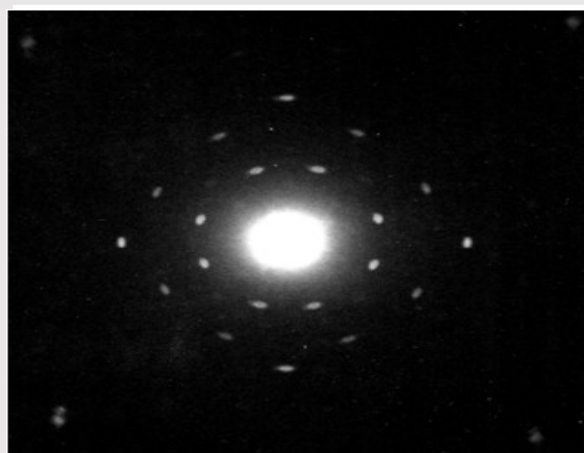

Рис. 8: Картина Лауэ кристалла LiF (100).
На рис. 8 показана диаграмма Лауэ монокристалла LiF(100) с гранецентрированной кубической кристаллической решеткой (ГЦК). Если дифракционную картину повернуть на 90° вокруг направления первичного луча, она снова совпадает. Поскольку первичный луч падает перпендикулярно плоскости (100) кристалла LiF, направление кристалла [100] является осью симметрии четвертого порядка. Интенсивность отражений зависит от отражающей поверхности кристалла, а также от спектрального распределения интенсивности рентгеновских лучей.